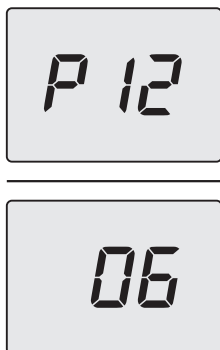

Figura 5.44
- Scorrere i vari parametri utilizzando i tasti 14 (indietro) o 16 (avanti) fino a far apparire sul display LCD le lettere **P12** che si alternano con il valore del parametro (Figura 5.44).